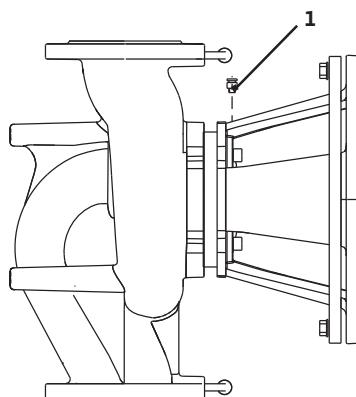

Fig. 41: Lufteventil
- Lufte pumpen ved å løsne lufteventilene (fig. 41, pos. 1). Tørrgang ødelegger pumpens mekanisk tetning. Ikke luft differensialtrykktransmitteren (fare for ødeleggelse).